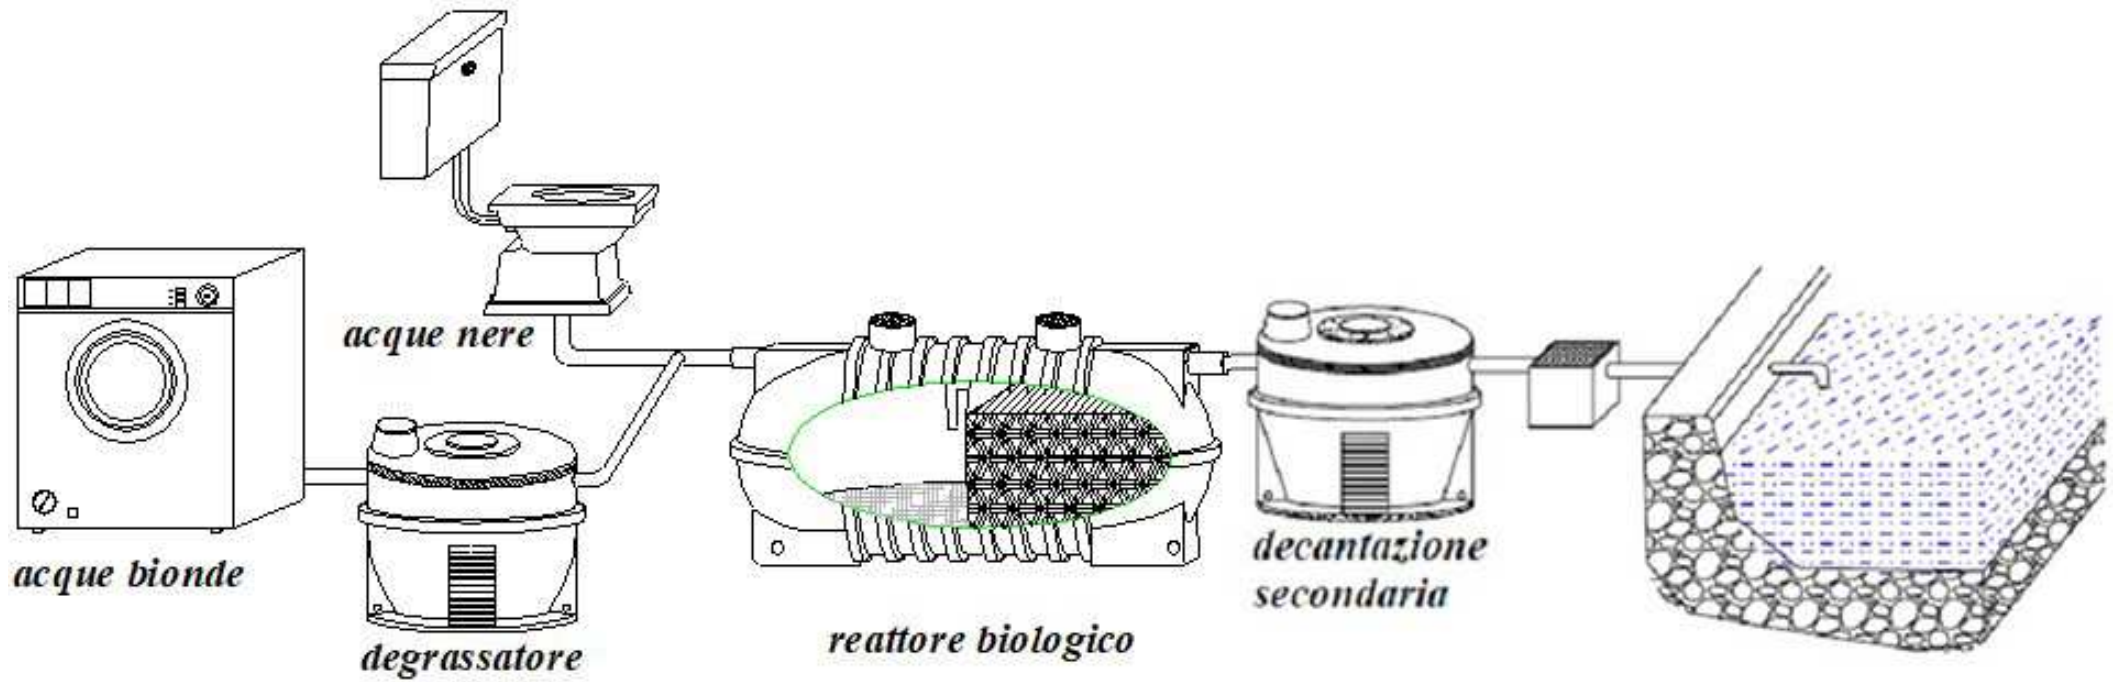

Fig.1 – Esempio tipico d’installazione
- Installare la fossa come indicato dallo schema d'installazione allegato (Fig.1) seguendo le modalità di interro <https://www.zeta-plast.com/download/modalita-di-interro>